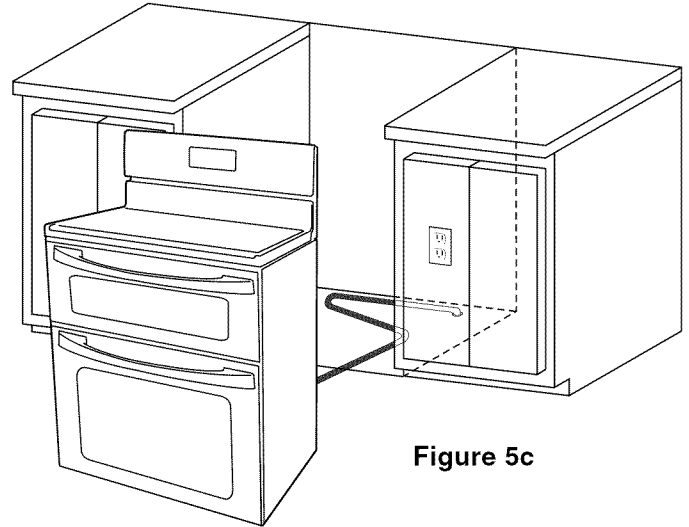

Figure 5c
- C. Fixez le connecteur flexible (C) et/ou le conduit de l'appareil au raccord (D) du côté gauche de la valve d'arrêt de l'appareil en utilisant **EFFORT DE SERRAGE QUI NE DÉPASSE PAS 15ft./lbs.** Assurez-vous de bien stabiliser le raccord à l'aide de la clé à tuyau avant de serrer le connecteur flexible et/ou le conduit de l'appareil.
- D. Installez un raccord (B) à la valve d'arrêt manuelle.
- E. Attachez le connecteur flexible (C) au raccord (B) installé sur la valve d'arrêt manuelle (A).
- G. Formez le connecteur flexible tel qu'illustré à la figure 5c afin d'éviter que le connecteur se trouve pincé ou qu'il empêche de pousser l'appareil à sa position finale.